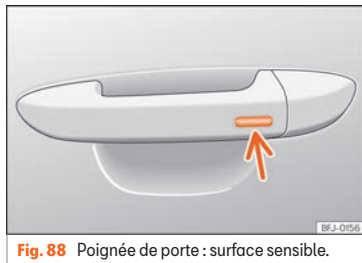

Fig. 88 Poignée de porte : surface sensible.
- Appuyez un doigt pendant quelques secondes sur la surface sensible de verrouillage » fig. 88 (flèche) de la poignée de porte jusqu'à ce que le toit ouvrant se ferme. Si vous cessez de toucher la surface sensible, la fonction d'ouverture/fermeture s'interrompt.